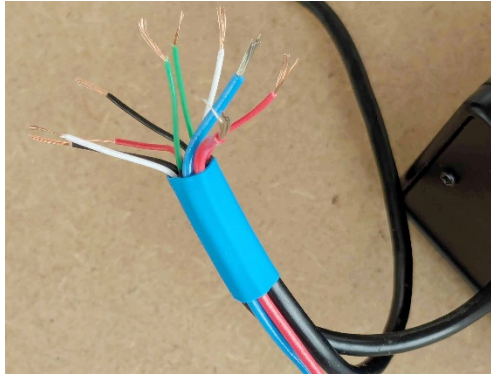

Figure 30 : dénuder les fils
- Dénuder tous les fils sur environ 1 cm (Figure 30)